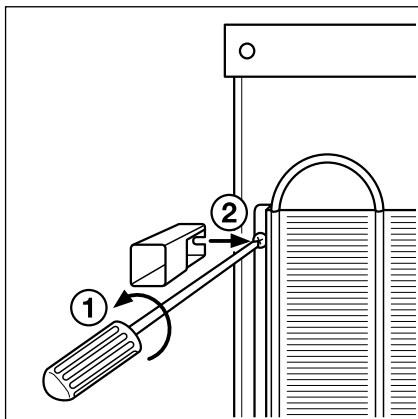

Fig. 2
- ☐ Monteer de twee afstandhouders die zich in het documentatiezakje bevinden, aan de achterkant, opdat de warmte die tijdens het gebruik ontstaat, zich op de juiste wijze kan verspreiden. Ga te werk zoals aangegeven in de **Fig. 2 en 3**. Volg daarbij de nummers.